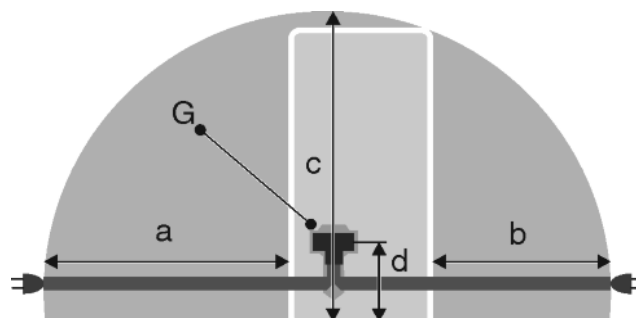

Fig. 31
- Контактът трябва да е извън зоната на задната страна на уреда и в рамките на дефинираната зона Fig. 31 (a, b, c).
- ▶ Включете щепсела на уреда Fig. 31 (G) от задната страна на уреда. Обърнете внимание на доброто фиксиране.